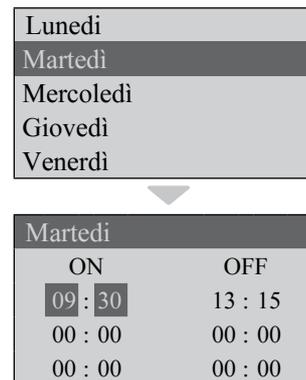

fig. 27 - Programmazione Giornaliero
- Selezionando con il tasto SET l'opzione "Giornaliero", viene abilitata la scelta del giorno della settimana per il quale si desidera programmare le accensioni. Sono concessi fino a tre cicli di accensione e spegnimento (fig. 27). Premere il tasto SET per selezionare il giorno della settimana, spostarsi con i tasto 4 e 6, modificare le ore di accensione e confermare con SET;